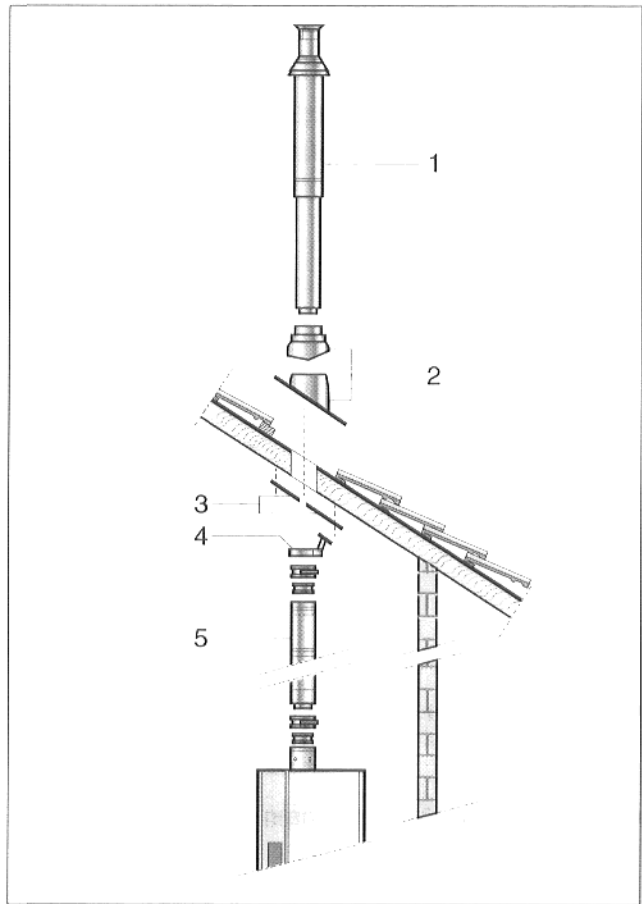

Abb. 10 Montage Dachdurchführung Schrägdach
- Dachdurchführung (Abb. 10, Pos. 1) von oben bis Anschlag durch den Universal-Dachziegel mit Regenkappe (Zubehör, Abb. 10, Pos. 2) schieben.
- Zweiteilige innere Abdeckplatte (Abb. 10, Pos. 3) anschrauben.
- Befestigungsschelle (Abb. 10, Pos. 4) von unten über die Dachdurchführung schieben, klemmen und anschrauben.
- Verbindung zum Heizkessel, eventuell mit einem Längenausgleichstück (Zubehör, Abb. 10, Pos. 5), herstellen.